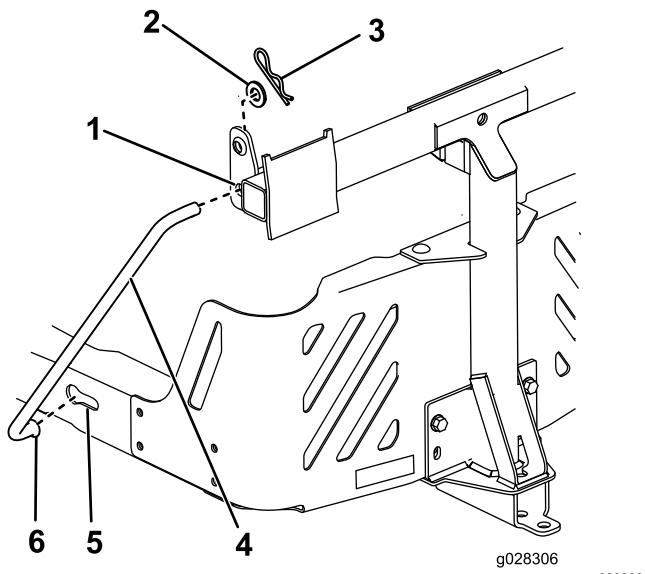

Figura 13
4. Instale el extremo doblado y abocinado de una varilla en la ranura en forma de bocallave del lado izquierdo del bastidor de la máquina, y mueva la varilla hacia atrás para encajarla en el bastidor (Figura 13).
5. Introduzca los extremos doblados de las varillas en la placa de enganche, según se indica en Figura 13, y sujeté el extremo de cada varilla con una arandela y una chaveta.